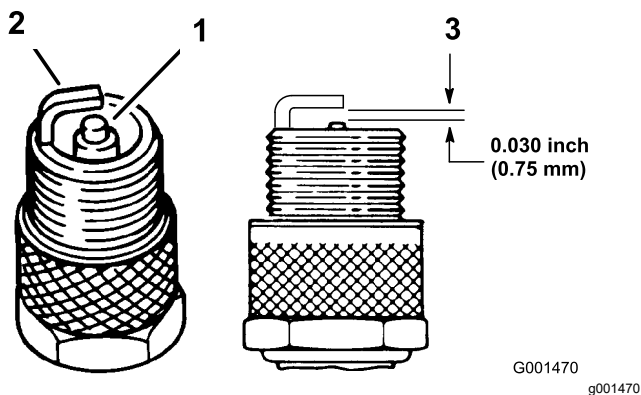

Figure 27
- Examinez le centre des bougies (Figure 27). Si le bec isolant est recouvert d'un léger dépôt gris ou brun, le moteur fonctionne correctement. S'il est recouvert d'un dépôt noir, cela signifie généralement que le filtre à air est encrassé.
- Contrôlez l'écartement entre l'électrode centrale et l'électrode latérale (Figure 27). Courbez l'électrode latérale si l'écartement est incorrect.